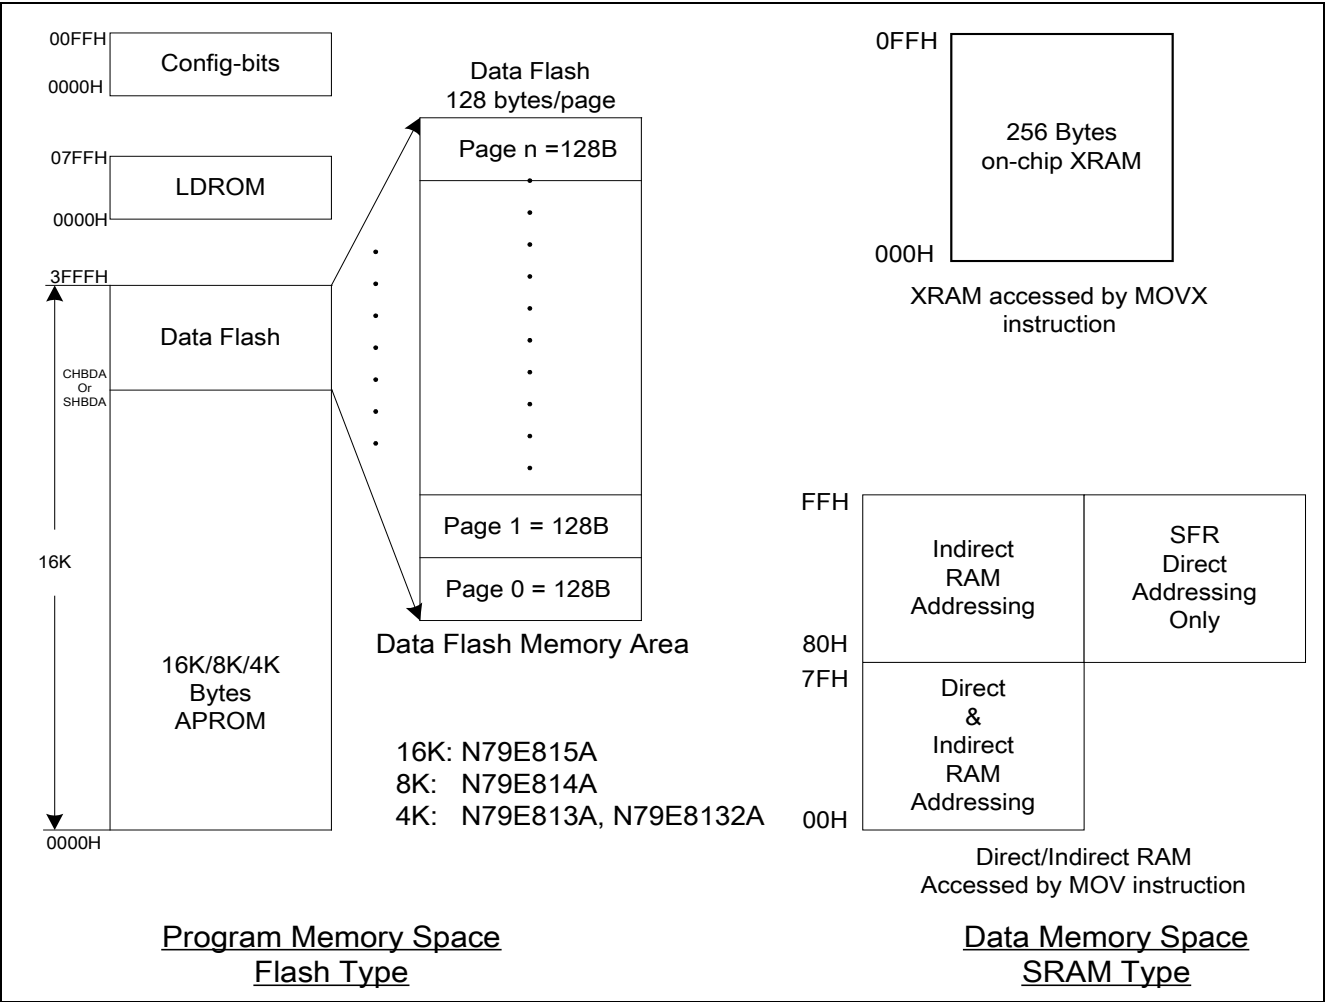

图6-1 N79E815A/814A/8132A 内存结构图
**N79E815**系列提供片上256字节辅助RAM区域（XRAM）以扩展RAM 空间。地址空间从00H 到 FFH。XRAM 的256字节可以由MOVX @DPTR 或 MOVX @Ri 间接访问。(参见下面的例程) 注意堆栈指针不能在XRAM上。图6-1 所示该系列产品的内存图